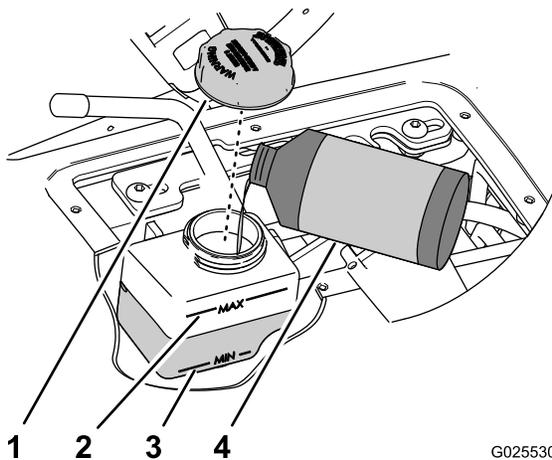

Figura 69
- Verifique o nível do fluido no reservatório para o cilindro do controlo da velocidade (Figura 69).
- Limpe a zona em torno da tampa do reservatório (Figura 69).
- Retire a tampa do reservatório (Figura 69).
- Adicione o fluido especificado para aumentar o nível até ficar entre as marcas Min e Max na lateral do reservatório (Figura 69).
- Coloque a tampa apertando-a à mão (Figura 69).